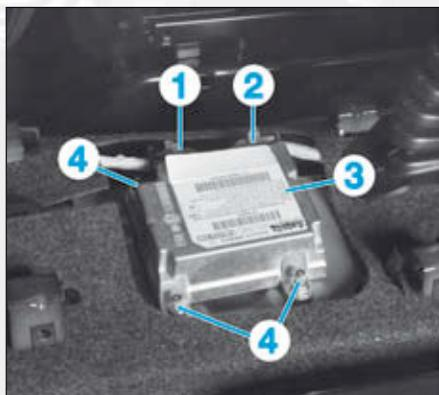

FIG.7
- Débrancher les connecteurs (1) et (2) du calculateur d'airbag (3) (Fig.7).
- les écrous (4),
- le calculateur (3).